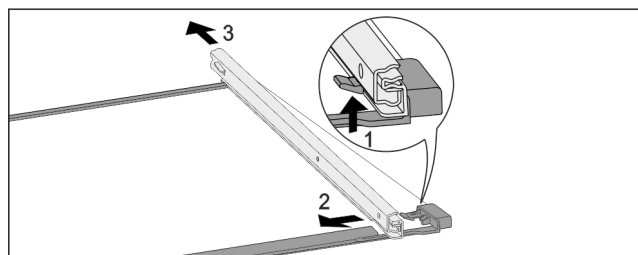

Fig. 148 Placa de vidrio con guías
- ▶ Presione hacia arriba el gancho de retención delantero. Fig. 148 (1)
- ▶ Retire la guía extraíble hacia un lado Fig. 148 (2) y hacia atrás Fig. 148 (3).